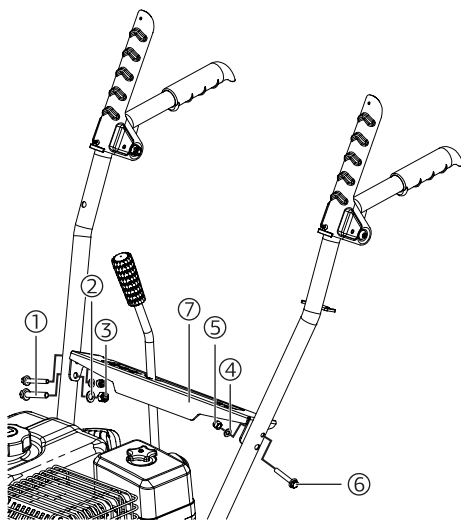

Рис. 3
2. Установите панель управления (7), закрепив ее крепежными элементами: болт 6x40 – 2 шт. (1); шайба D6 – 2 шт. (2); гайка M6 – 2 шт. (3); шайба D8 (4); гайка M8 (5); болт 8 (6) (Рис. 3).